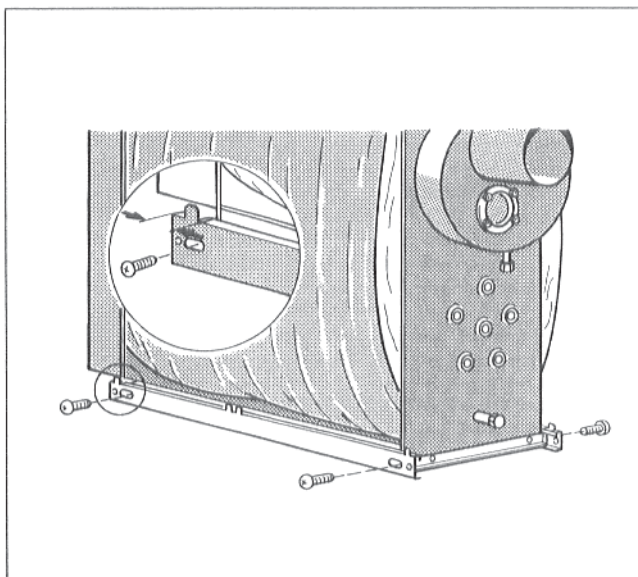

Рис. 9
- Привинтить, не затягивая, боковую рамную планку справа и слева внизу к передней и задней траверсе, используя для этого по 2 винта (Рис. 9).
Расстояние от передней кромки рамной планки до передней стенки котла должно составлять 38 мм (Рис. 9).